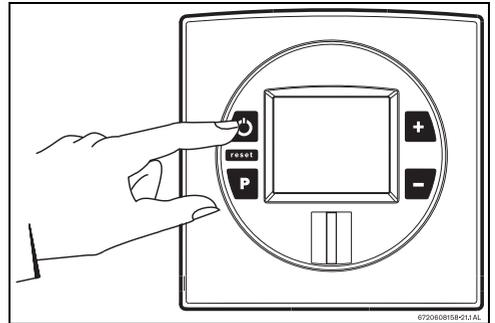

Fig. 13 Conectar/desconectar el aparato
- Pulse el interruptor principal ON/OFF (Fig. 13).
- Pulse nuevamente el interruptor principal ON/OFF (Fig. 13).
Al pulsar el interruptor principal hacia la posición de funcionamiento (Fig. 13), el aparato está listo para funcionar.